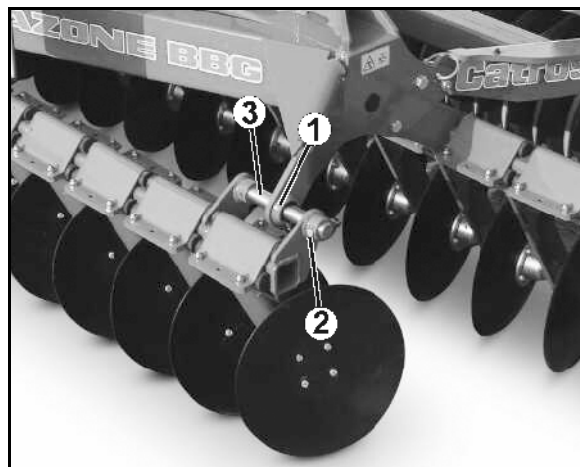

Bild 39
När glidlagren (Bild 39/1) ska bytas, ska den utfällda maskinen ställas så att glidlagren inte är spända.
1. Lossa skruvförbandet (Bild 39/2) på förskjutningsaxeln (Bild 39/3).